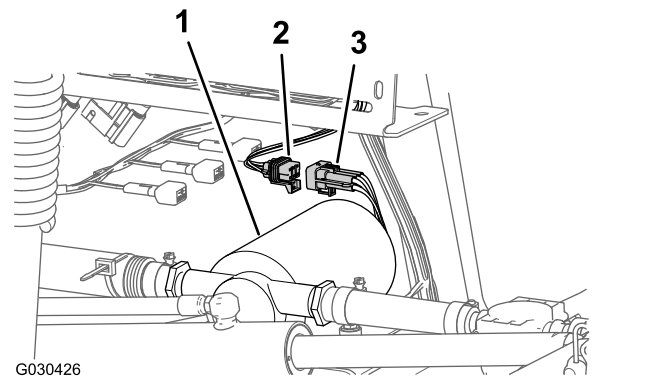

Bild 6
2. Ziehen Sie den 6-Stift-Stecker des Kabelbaums der Spülpumpe vom 6-Buchsen-Stecker des hinteren Hauptkabinenkabelbaums ab (Bild 6).